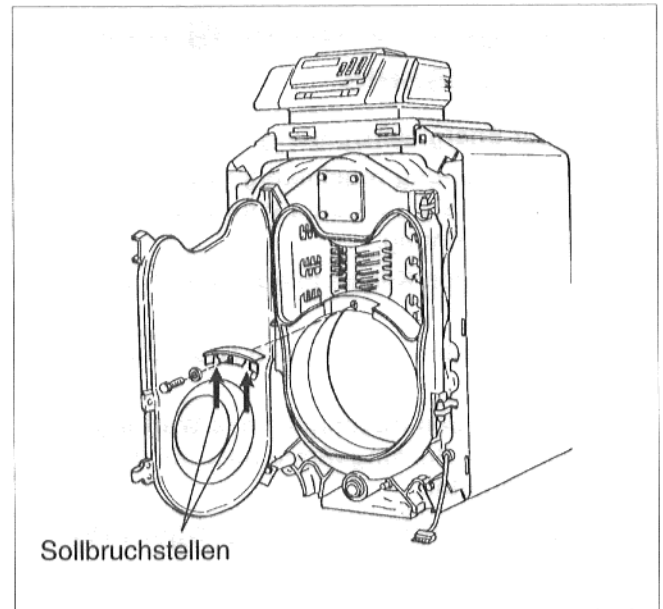

Abb. 41
- Heizgassperrplatte so auf eine Unterlage legen, daß die Sollbruchstellen hohl liegen (Abb. 41).